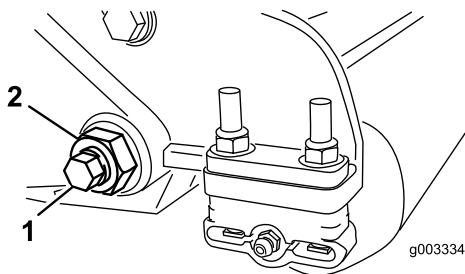

Figura 24
3. En cada lado de la máquina, afloje la contratuerca que fija el perno de la barra de asiento (Figura 24).
4. Retire todos los pernos de la barra de asiento, para poder tirar de la barra hacia abajo y retirarla de la máquina (Figura 24). Guarde las 2 arandelas de nylon y la arandela de acero